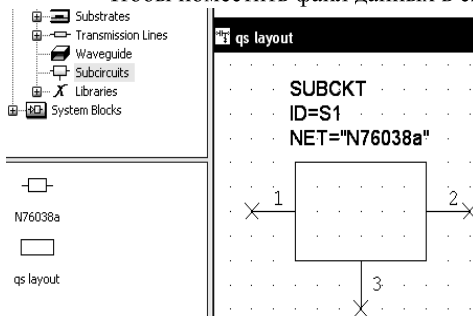
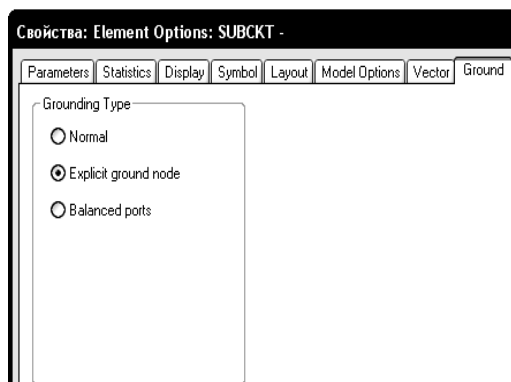

Рис. 4.6
Рис. 4.7
Как только вы импортировали файл данных, он появляется как элемент подсхемы в группе **Subcircuits** в окне просмотра элементов, как показано на рис. 4.6. Теперь вы можете файл данных вставить в качестве подсхемы в любую схему, создаваемую в проекте.
5. В открывшемся окне свойств элемента откройте вкладку **Ground** (рис. 4.7). В области **Grounding Type** отметьте **Explicit ground node** и нажмите **OK**. Элемент подсхемы будет выглядеть, как показано на рис. 4.6.
- Отметьте **N76038a** в списке подсхем, затем отметьте **Explicit ground node** и нажмите **OK**. Результат будет таким же, как показано на рис. 4.6.